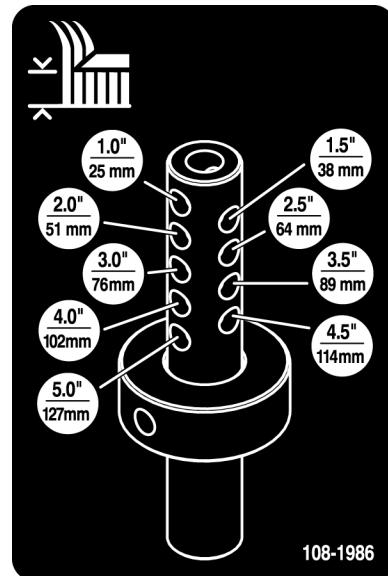

Bild 9
- Richten Sie den Schnitthöhenstellring mit den gewünschten Schnitthöhenlöchern an der Schnitthöhenstange aus (Bild 9).